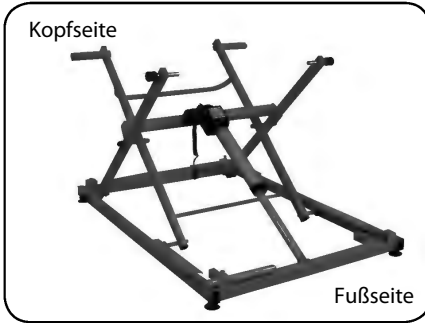

Abb. 6.1.03 - Scherenhub in oberster Position
3. Fahren Sie den Scherenhub in die oberste Position (Abbildung 6.1.03). Beachten Sie, dass die Handbedienung zuvor eventuell entsperrt werden muss (siehe Kapitel Bedienung Abschnitt **Sperrfunktion**).